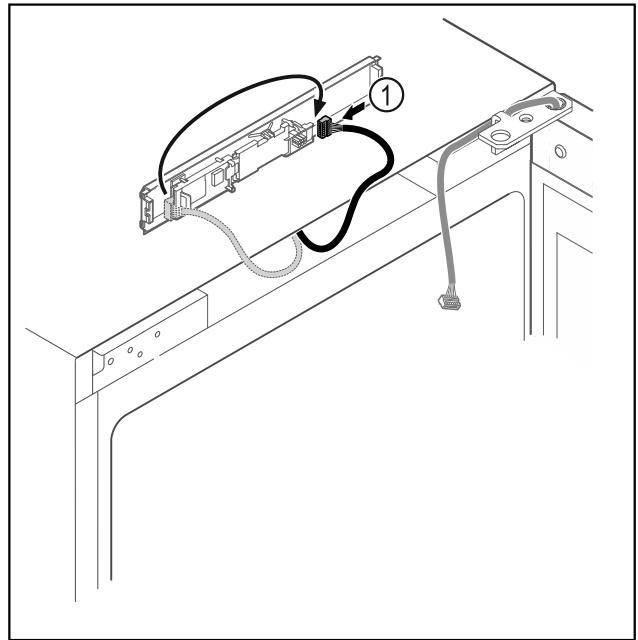

Fig. 14
- ▶ Μεταφέρετε το φιν Fig. 14 (1) στην πλακέτα.